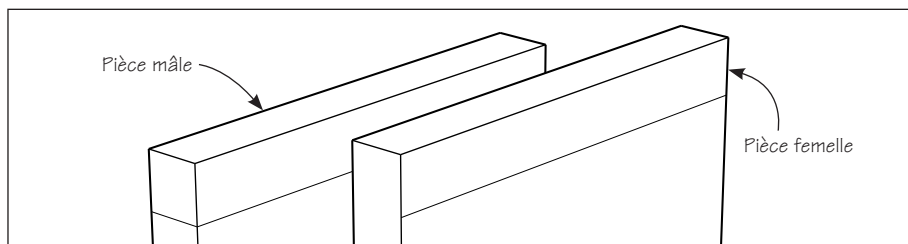

Figure 6 : Traçage des lignes marquant la profondeur des entailles
4. Utiliser le trusquin pour tracer une ligne sur les deux faces et les deux chants de la pièce mâle ainsi que sur les deux faces de la pièce femelle. Voir la **figure 6**.